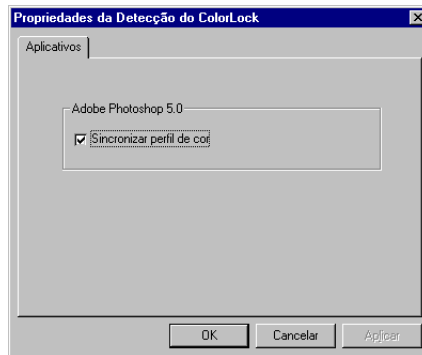

Figura 1-5 Janela de Propriedades da Detecção do ColorLock (com a sincronização ativada)
2. Selecione a caixa **Sincronizar perfil de cor**, como mostrado na Figura 1-5 (por padrão, a caixa está desmarcada).